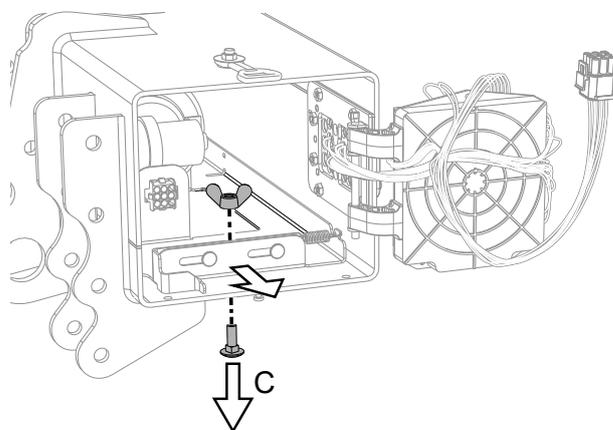
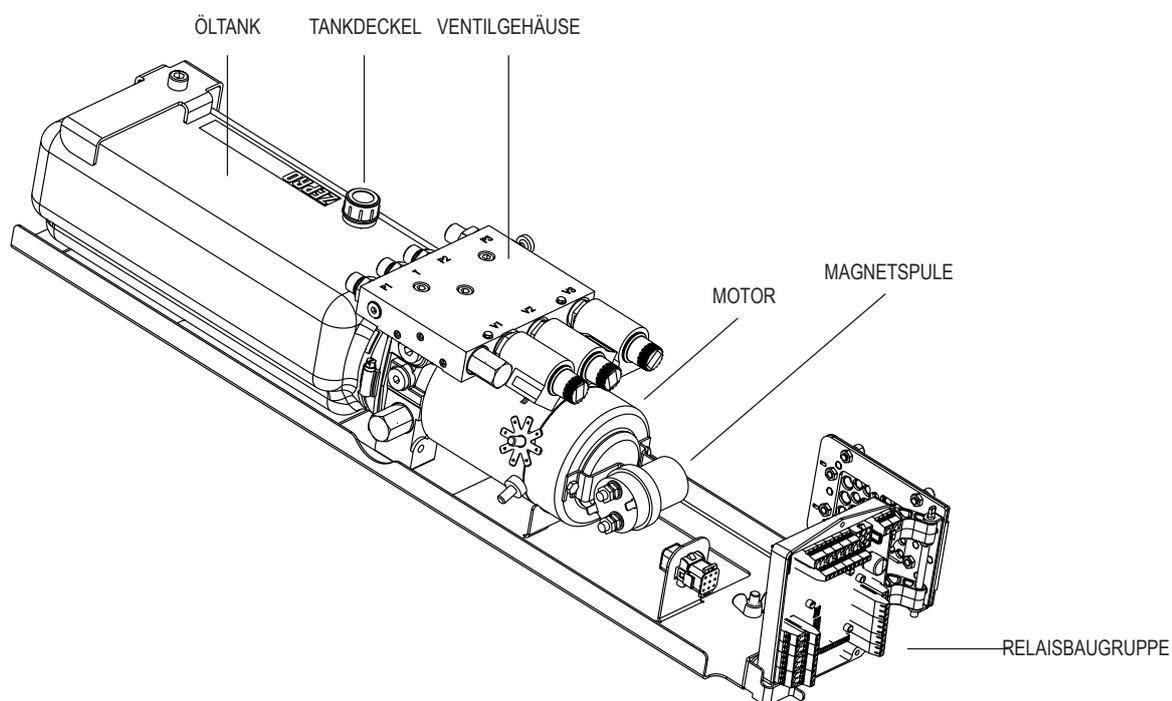

Abb. 21. Entriegelung Hydraulikaggregat
Abb. 23. Hydraulikaggregat und Relaiskarte
4. Das Hydraulikaggregat durch Abschrauben der Flügelmutter und der entsprechenden Schraube (C) lösen, siehe Abb. 21 und das Hydraulikaggregat so weit herausziehen, bis der Tankdeckel zugänglich wird, siehe Abb. 23.